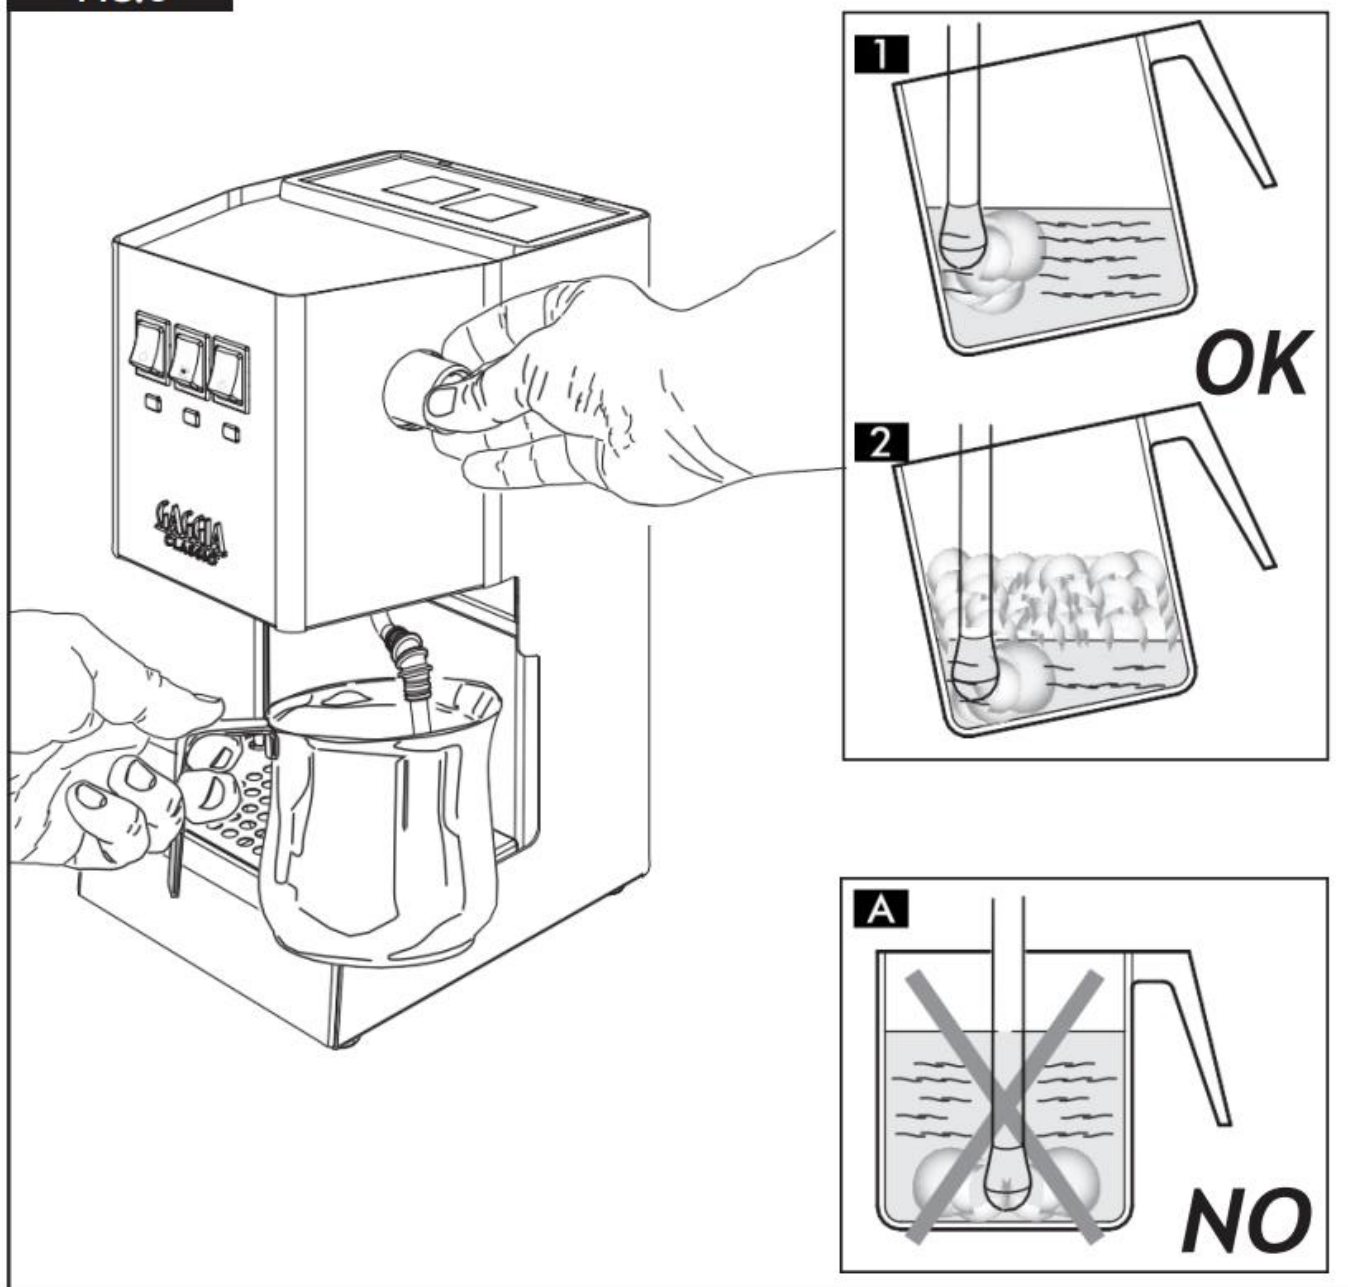

FIG. 9
2. V zadní části kávovaru se nachází zdířka pro napájecí kabel. Zapojte napájecí kabel do zdířky kávovaru a poté zapojte druhý konec kabelu do kompatibilní elektrické sítě (Fig. 9). Stiskněte tlačítko Vypnout / Zapnout (2). Kávovar signalizuje připojení do elektřiny rozsvícením indikační kontrolky zapnuto / vypnuto (4).